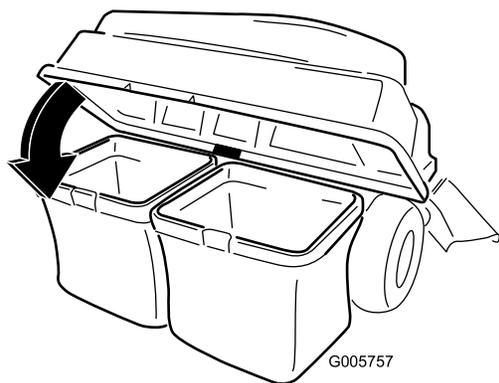

Figure 19
3. Abaissez le couvercle du collecteur sur le bac (Figure 19).